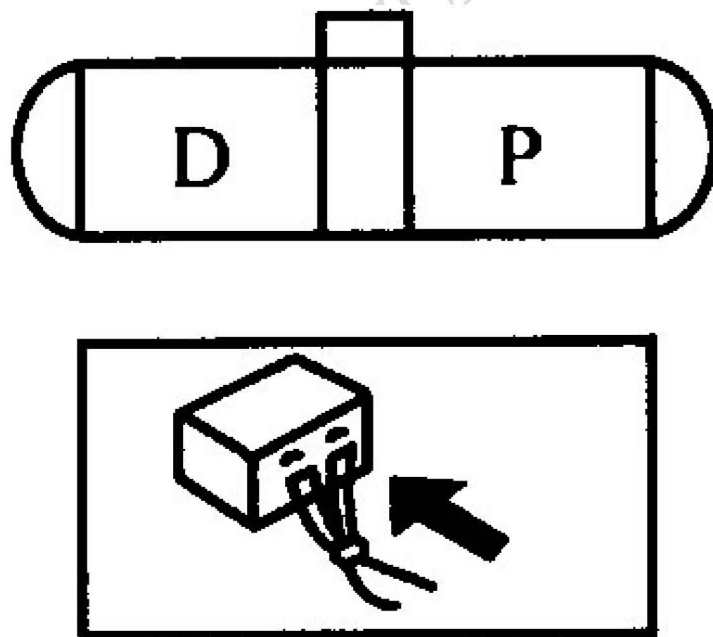

图 2
5). 起动发动机, 测量发电机插接器端子, 如图 2 所示 (线路连接完好的情况下), 结果如下: 发电机插接器端子 P 上的电压为 0V (不正常), 发电机插接器端子 D 上的电压为 1~2V (由于是占空比信号, 所以万用表检测不准, 只能参考)。由此可以判定, 故障出在发电机上。